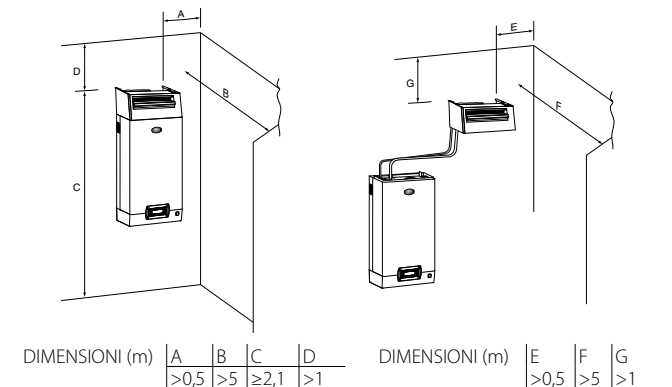

Fig. 3.c
2. il supporto di fissaggio a forma di "L" (vedi particolare 1 Fig. 3.b) è fornito con i distributori di vapore modelli da DP085\* a DP205\*. Per lunghezze inferiori il supporto può essere fornito come optional (cod. 18C478A088).